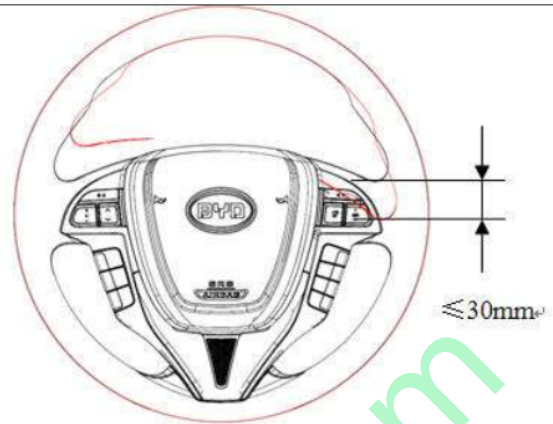

图8 转向盘自由行程示意图
- 2) 向左或向右轻轻转动转向盘，检查转向盘的自由行程。如图8所示，转向盘最大自由行程不大于30mm。如果自由行程超过最大值，需检查转向系统。